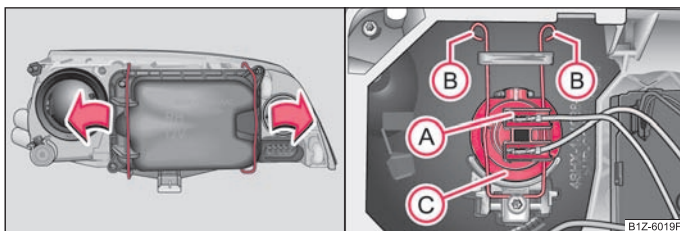

Fig. 149 Desmontaje de la tapa para las lámparas de la luz de posición y de cruce/Desmontaje de la bombilla para la luz de cruce
- Presione el estribo de alambre hacia un lado en el sentido de la flecha y desmonte la cubierta ⇒ fig. 149 - lado izquierdo.
- Extraiga el enchufe (A).
- Presione el estribo de alambre (B) en el sentido del faro y, a continuación, desengánchelo a un lado.
- Saque la bombilla (C) y coloque una nueva de tal modo, que las lengüetas de fijación del zócalo de la bombilla encajen en los rebajes del reflector.